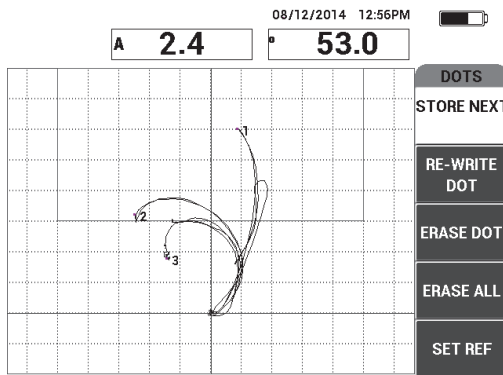

Рис. 6-50 Регистрация третьей точки
8. Медленно переместите преобразователь к третьему дефекту (отслоению) и нажмите **СОХР. СЛЕД.** (клавиша A) для регистрации третьей точки (см. Рис. 6-50 на стр. 170).